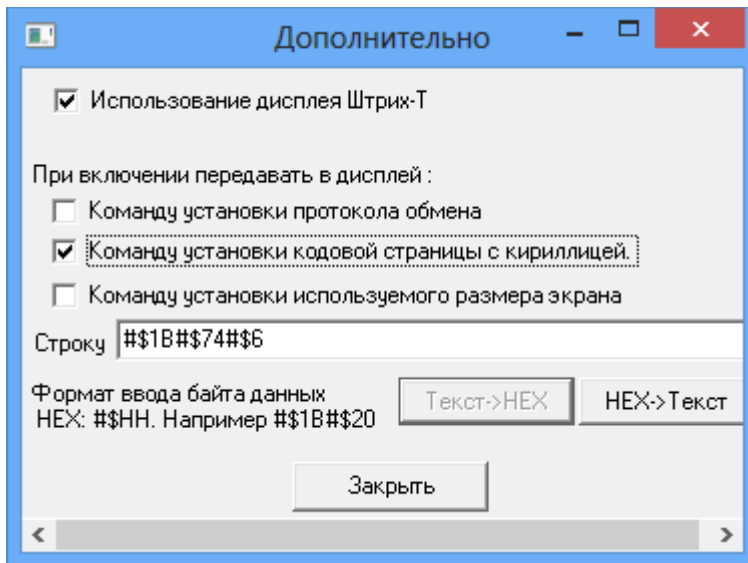

Рис. 22
- Нажмите кнопку «Дополнительно» и в открывшемся окне задайте параметры как на рис.22. (для отображения на дисплее текста на русском языке) и нажмите «Заккрыть»